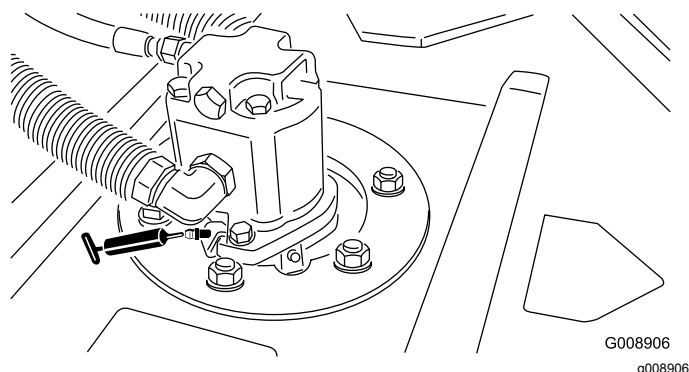

Figura 37
- Cuscinetti dell'asse del mandrino dell'apparato di taglio (2 per apparato di taglio) – Figura 37